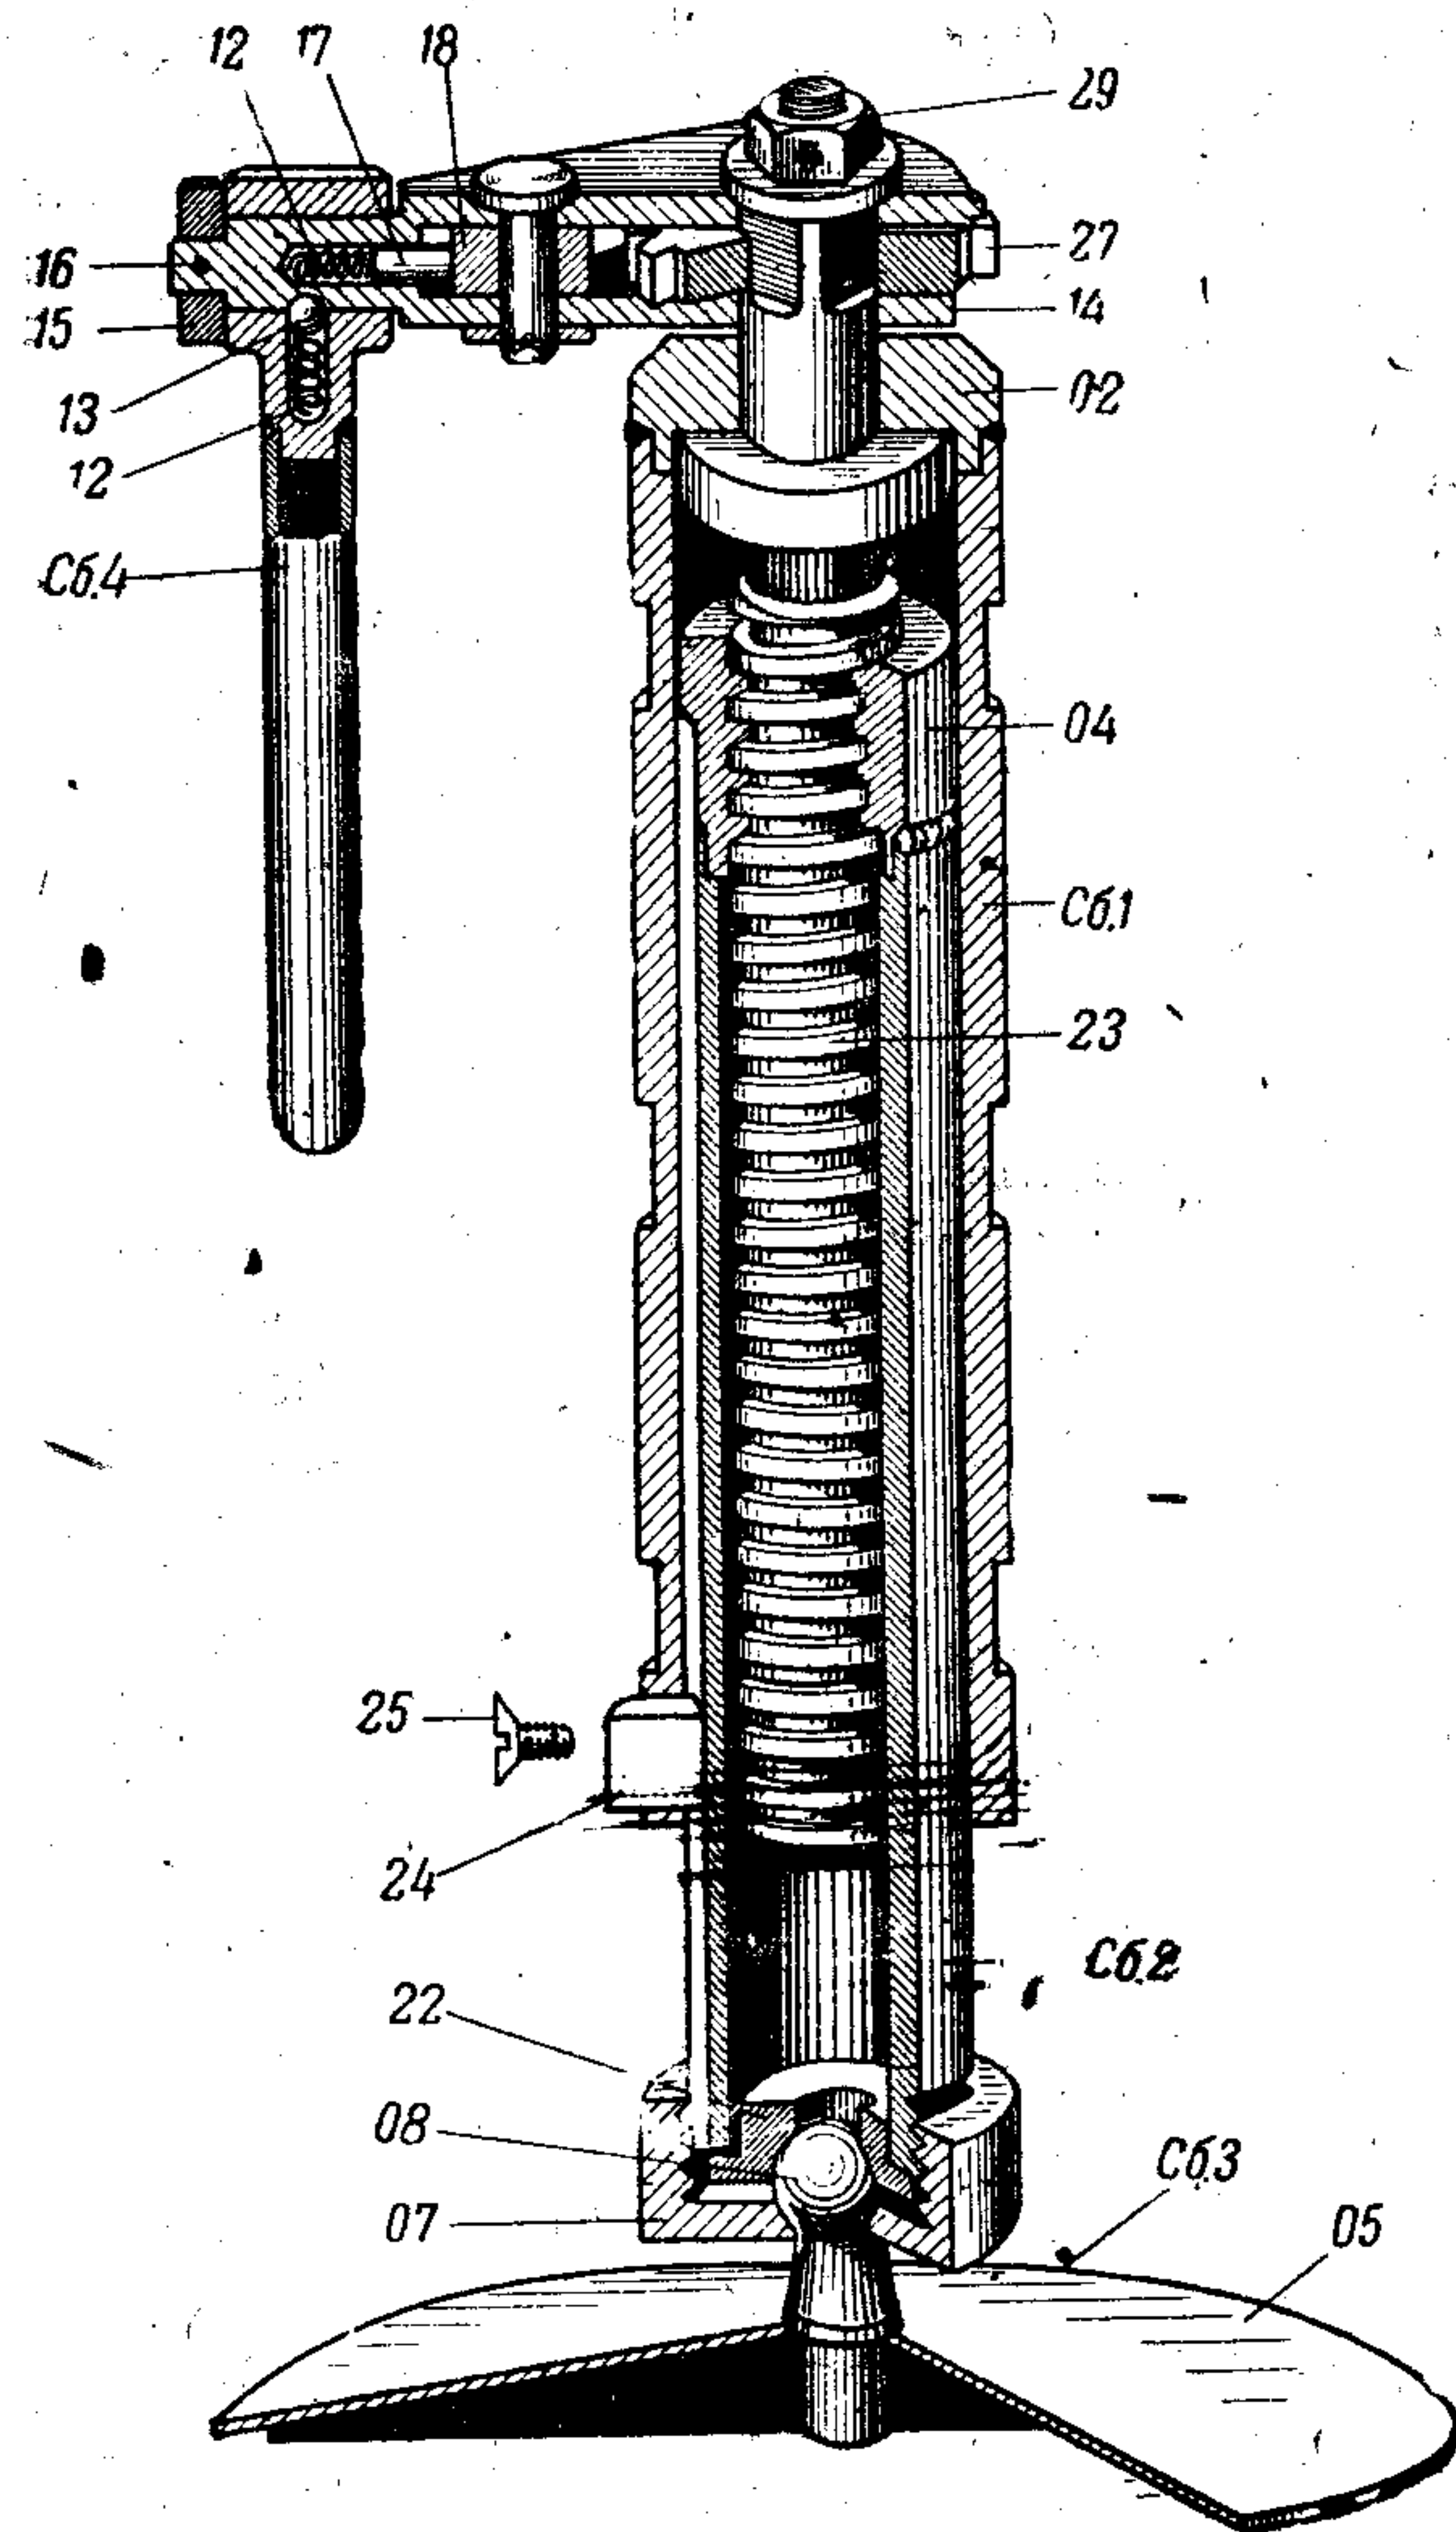

Рис. 32. Домкрат:
Домкрат (рис. 32) состоит из:
В нижней части наружного цилиндра имеются продолговатый вырез и два навинтованных отверстия для крепления шпонки 24 (см. рис. 32) при помощи винтов 25.
- а) отвернуть стопорный винт на гайке 07 пяты (см. рис. 32);